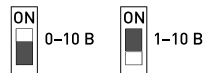

Рисунок 4.
- 3.5. С помощью DIP-переключателей на корпусе установите режим работы 0-10 В или 1-10 В (рисунок 4).